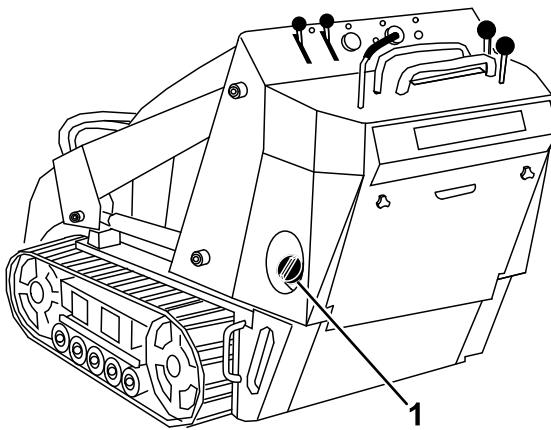

Figure 14
3. Nettoyez la surface autour du bouchon du réservoir et enlevez le bouchon (Figure 14).